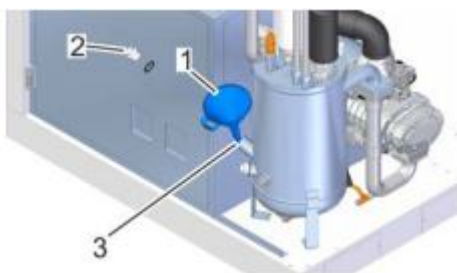

Рис. 38: Заправочный патрубок
10. ➤ С помощью воронки (Рис. 38/1) залейте охлаждающую жидкость до соответствующего уровня заправочного патрубка (Рис. 38/3).
12. ➤ Верните на место пробку наливного отверстия (Рис. 38/2) и закрутите.